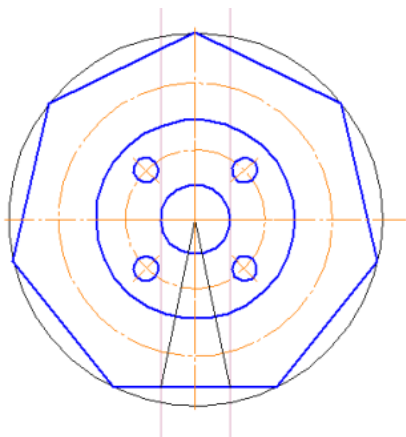

Рис. 11. Вписание в окружность равностороннего семиугольника
4. С помощью команды массив выполняем построение четырёх окружностей. Впишем в окружность диаметром 150 мм равносторонний семиугольник (рис. 11). Для этого в панели *Геометрия* выбираем команду – *Прямоугольник*. Нажимаем на вкладку, она разворачивается, выбираем из предложенных команд – *Многоугольник*. На панели свойств задаем следующие параметры: количество вершин – 7; по описанной окружности; диаметр – 150. Щелкнув по центру окружности, разворачиваем многоугольник в заданном положении.